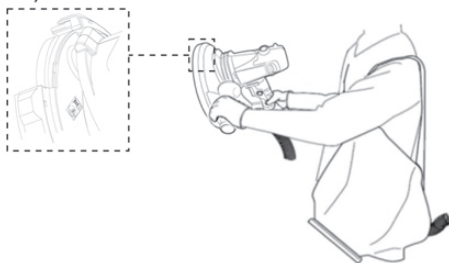

Fig. 12
- > Segure a ferramenta com uma mão na pega principal (5) e com a outra na pega adicional (9) (Fig. 12).